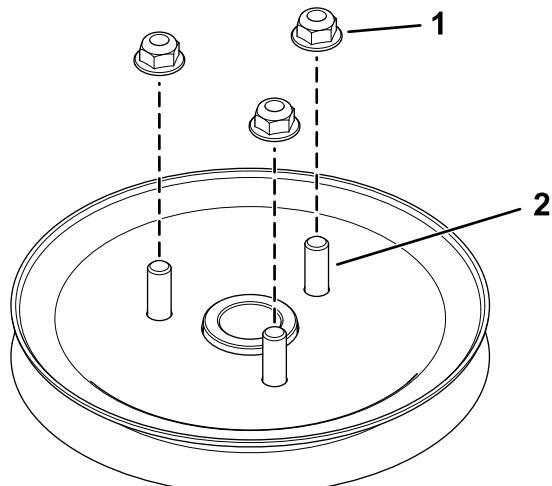

Bild 8
4. Montieren Sie die 3 Muttern lose auf die Bolzen (Bild 8).